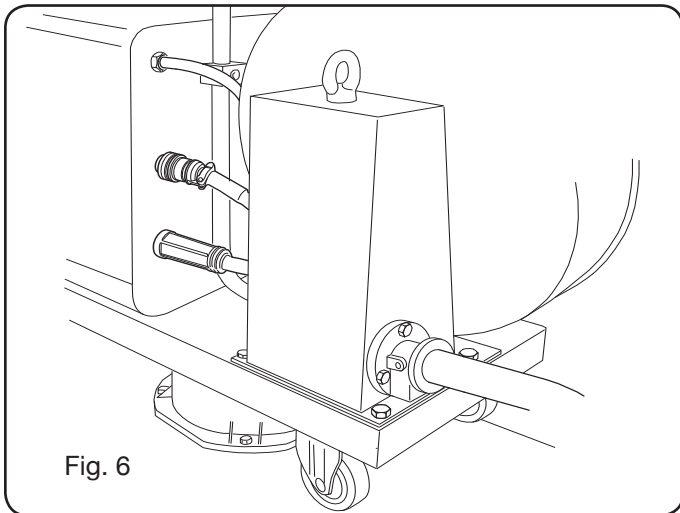

Fig. 6
- Conectar la otra extremidad de la conexión **BA** al carro arrastrado tal como se indica en Fig. 6.